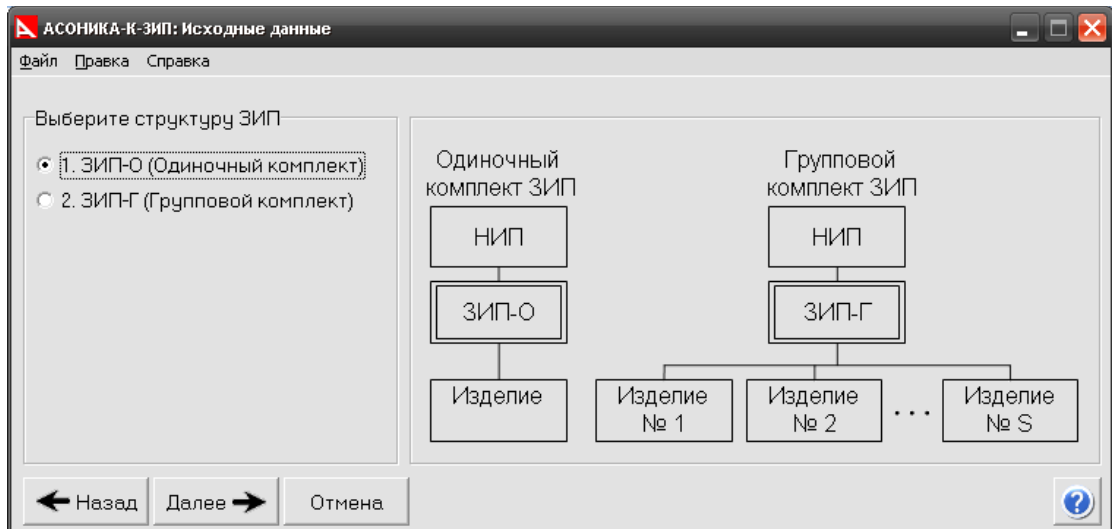

Рис. 3.6. Система АСОНИКА-К-ЗИП: выбор структуры системы ЗИП
- В появившемся окне на панели «Выберите структуру ЗИП» нажмите кнопку напротив необходимой Вам структуры системы ЗИП (см. рис. 3.6).